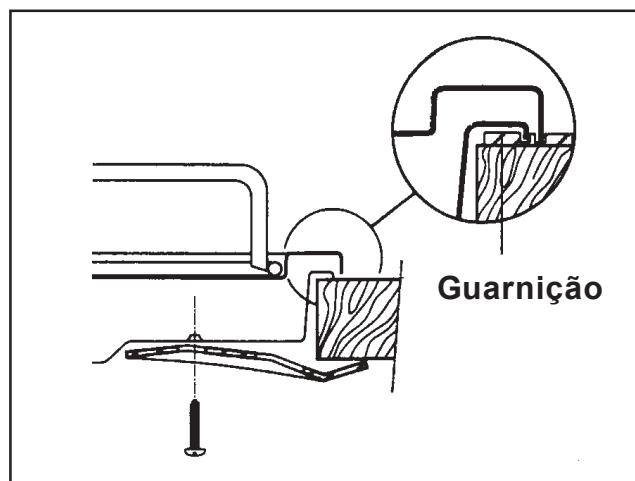

Fig. 11
3. Fixar a placa no móvel com os encaixes próprios (Fig. 11)